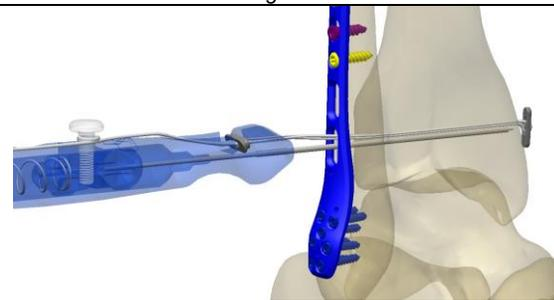

Figura 4
4. Retire a trava de segurança do cabo e acione o pino do cabo (figura 4).